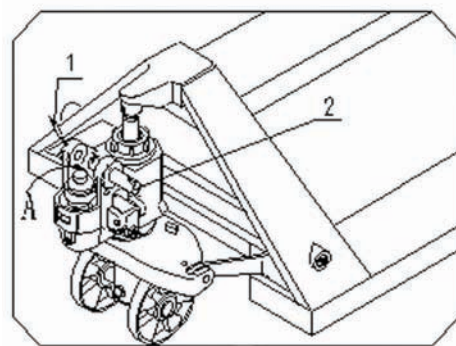

Fig. 1
3.1 Ver Fig. 1. El perno flexible (1) se desensambla del perno del eje (2) antes de sacar el perno del eje (2).